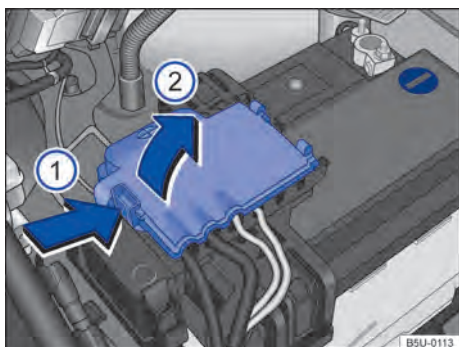

Fig. 165 Compartimento do motor: acesso ao terminal positivo da bateria.
- Abrir a cobertura do polo positivo. Para abrir pressionar a trava no sentido da seta → Fig. 165 (1), rebater a cobertura para o lado no sentido da seta (2).